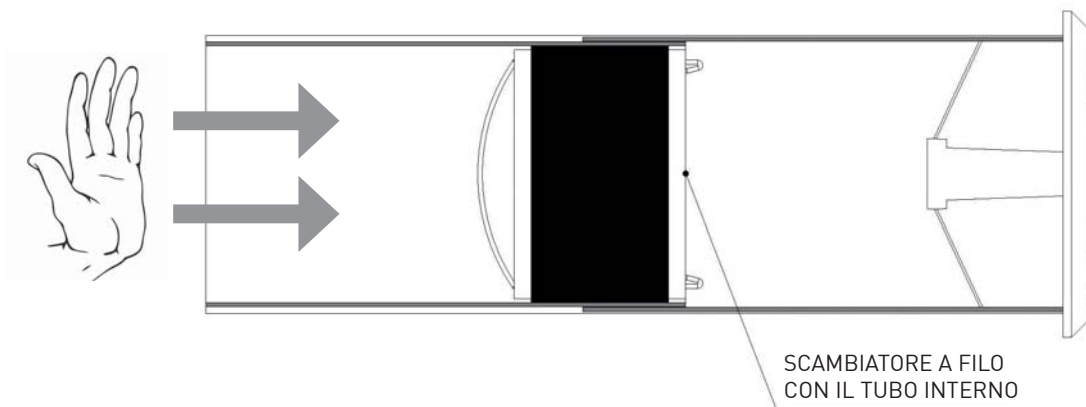

Fig. 7
4. Inserire lo scambiatore di calore fino all'estremità del tubo interno. (fig. 7)